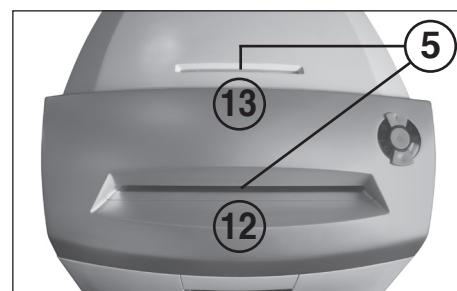

Fig. 3
## 5 = Barrera fotoeléctrica (avance) (Fig. 3)
## 12 = Ranura de alimentación de papel (Fig. 3)
## 13 = Ranura de alimentación de seguridad (Fig. 3)
Introduzca **papel** por la ranura de alimentación de papel (12) (Fig. 3) al mecanismo de corte.
Introduzca los **soportes de datos** (CD, DVD o tarjeta de crédito), uno a uno, por la ranura de alimentación de seguridad, dispuesta separadamente, (13) (Fig. 3) al mecanismo de corte.